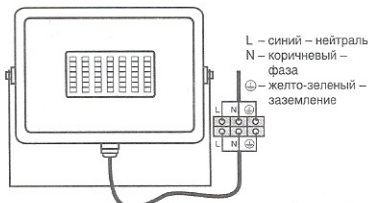

Рис. 1 Схема подключения прожектора к сети электропитания
6.2 Подключите светодиодных прожекторов ТМ СОЮЗ должно производиться при выключенном электропитании, согласно схеме представленной на **рис. 1**.